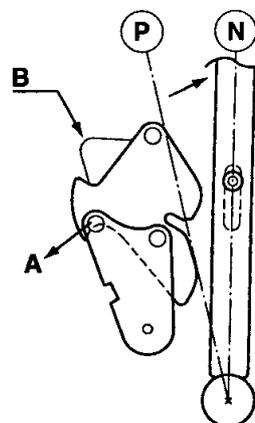

Рис. 1
- 1) Сместить блокировочный кулачок Р в направлении стрелки «А» и удерживать его рукой (см. рис. 1).